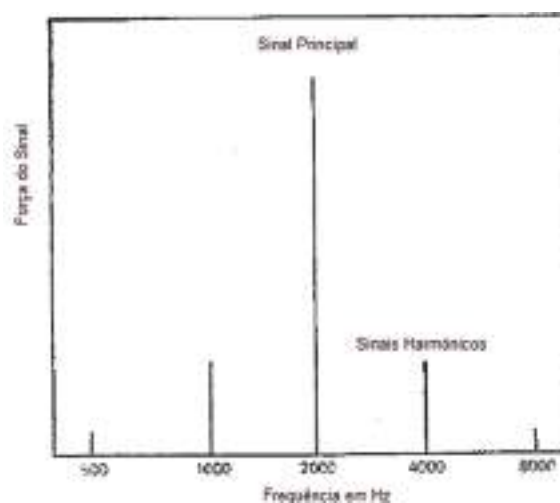
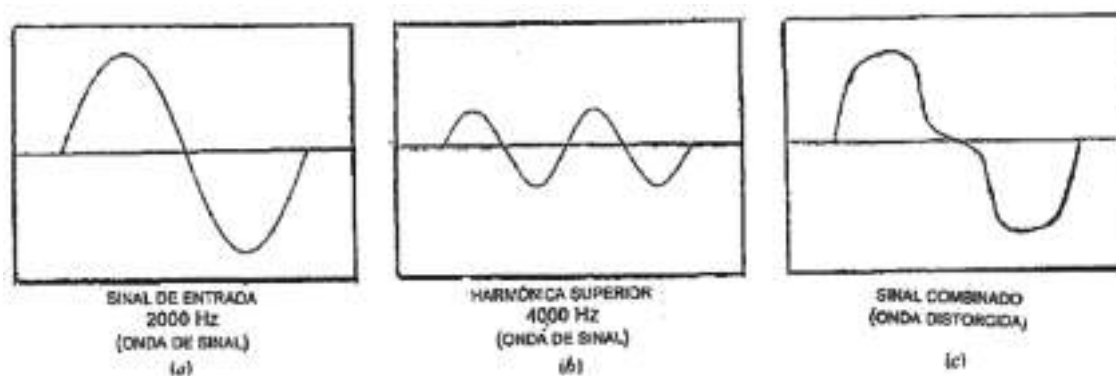

Figura 67 - Um exemplo de sinais com harmónicas que causam distorção.
Figura 68 - Exemplos de osciloscópio, mostrando uma séria distorção de harmônica.
A distorção harmónica (HD) pode ser causada por um defeito na rede feedback, ou pela natureza não-linear dos circuitos do amplificador. HD é o múltiplo ou a fração dum sinal áudio básico, como se mostra na Figura 67. Os instrumentos musicais também produzem harmónicas, pelo que as harmónicas do amplificador podem não se notar facilmente. Este tipo de distorção pode modificar a forma de som dum instrumento musical, mas geralmente não o torna desagradável. Se o HD for muito mau, ele deve surgir como na Figura 68 num padrão do osciloscópio da saída do amplificador. A distorção causada por cada harmónica pode ser acrescentada, para dar uma visão da distorção de harmónica total (THD).